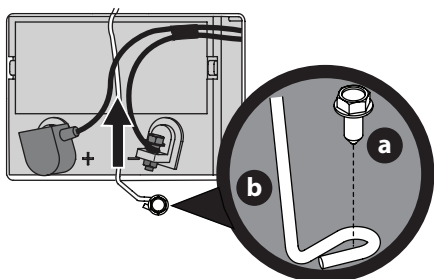

Figura 20
3. Extraiga el tornillo de arandela hexagonal (a) que sujeta el soporte de sujeción de la batería al bastidor (b). Luego levante el soporte de sujeción de la batería (b) para liberar la batería (Figura 20).